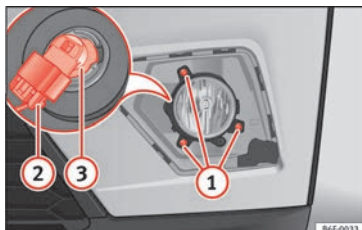

Fig. 115 Faro fendinebbia: smontaggio del supporto lampade
2. Rimuovere le 3 viti »» **fig. 115** ① ed estrarre il faro fendinebbia.
3. Estrarre il connettore della lampadina ②.
4. Ruotare il portalampada ③ verso sinistra e tirare.